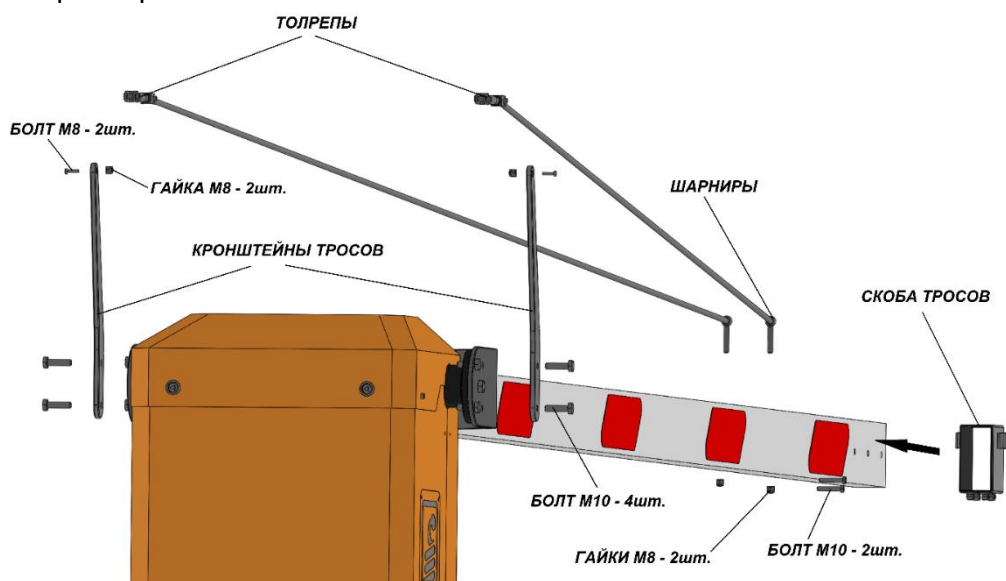

Рисунок 10
7.1. Монтаж тросовой системы (Рис.10):